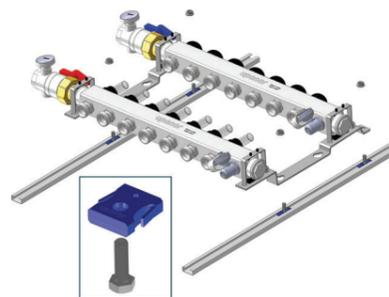

Figure 4: Montez le collecteur avec les boulons et serrez les écrous légèrement
2. Montez le collecteur sur les rails en utilisant les boulons fournis, puis fixez-le avec les écrous (serrez légèrement) (voir **Figure 4**).